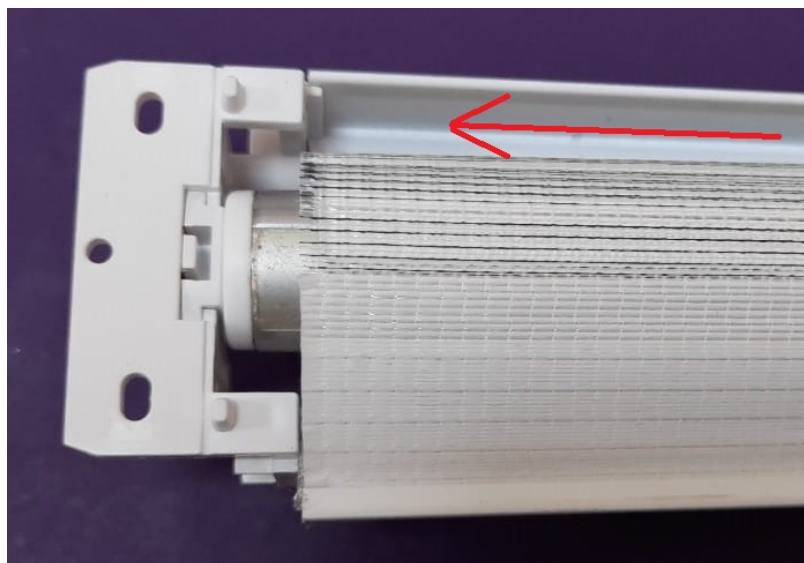

Рис. 4.18
4.12. Вставить трубу с заглушкой во вставку кронштейна (Рис. 4.18)